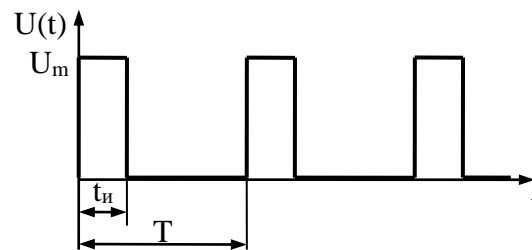

Рис. 3.
12. Определить максимальное  $U_m$  значение напряжения импульса по показанию  $\alpha_U = 20 \text{ В}$  вольтметра типа В7-26 (содержит преобразователь максимального значения с закрытым входом, шкала проградуирована в действующих значениях синусоидального напряжения), работающего в режиме измерения напряжения переменного тока, если на его вход подана периодическая последовательность прямоугольных импульсов длительностью  $t_n = 1 \text{ мкс}$  и периодом следования  $T = 100 \text{ мкс}$  (рис. 3).